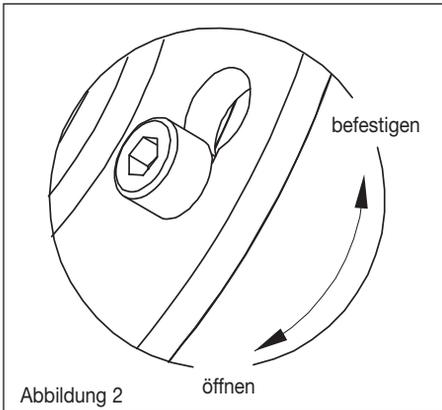

Abbildung 2
- Die Verbindung zwischen Motor und Pumpe wird mittels Bajonettverschluss zwischen Motorflansch und dem Flansch des Pumpenkörpers hergestellt. Nach erfolgter Positionierung (mit einer Drehung um einige Grad) mit den entsprechenden Befestigungsschrauben festziehen. siehe Abbildung 2.